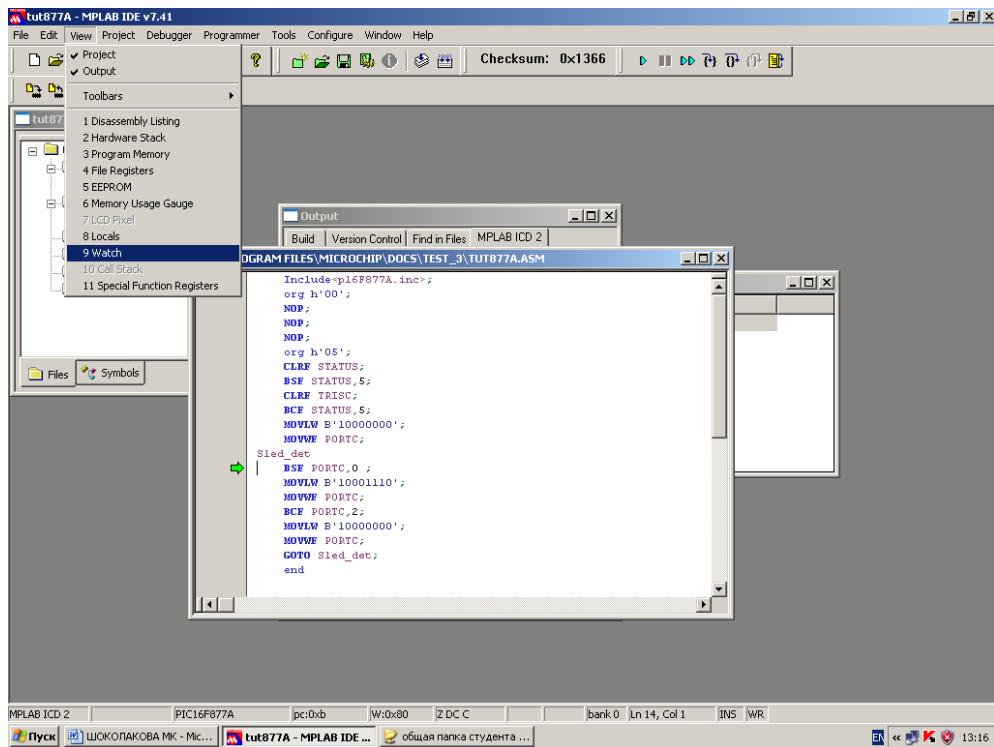

Рисунок 2.11 – Окно создания окна наблюдения
2.3.2.13 Создаем окно наблюдения : View>Watch (рисунок 2.11). С помощью кнопки «Add SFR» добавляем в окно наблюдения регистры, состояние которых мы хотим увидеть по ходу выполнения программы. В данной программе мы хотим увидеть состояние PCN : STATUS, TRISC, PORTC, WREG. Набираем начальную букву регистра в левом верхнем окне окна Watch, выбираем из открывшегося списка наименование нужного регистра и нажимаем кнопку «Add SFR». Чтобы увидеть состояние PCN, набираем начальную букву регистра в правом верхнем окне окна Watch, выбираем из открывшегося списка наименование нужного регистра (Con) и нажимаем кнопку «Add Symbol». Для каждого регистра назначаем систему счисления, в которой будет выводиться состояние регистра, преобразованное в значение числа: двоичная (b), шестнадцатеричная (h), десятичная (d). Для этого в окне Watch щелкаем правой клавишей по нужному регистру, выбираем Свойства и в открывшемся окне выбираем систему счисления при отображении. На рисунке 2.12 представлено созданное окно наблюдения.